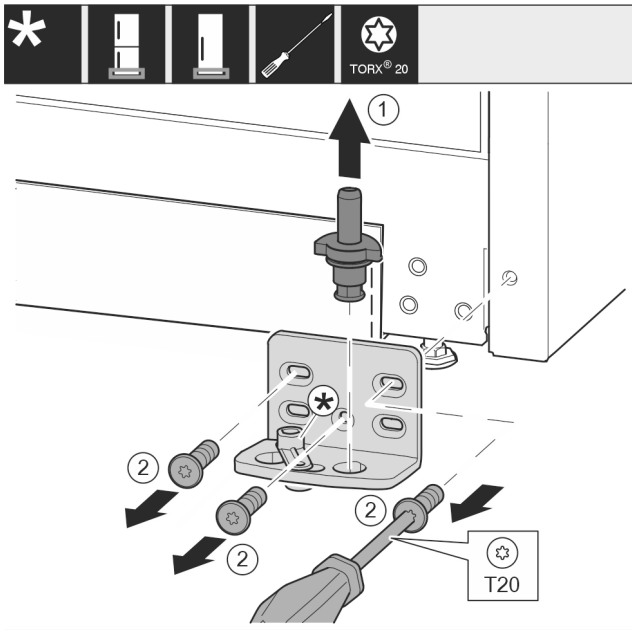

Fig. 44 *
- ▶ Húzza ki teljesen a csapszeget Fig. 44 (1) felfelé.*
- ▶ Tekerje ki a csavarokat Fig. 44 (2) csavarhúzóval, és vegye le a csapágybakot.*